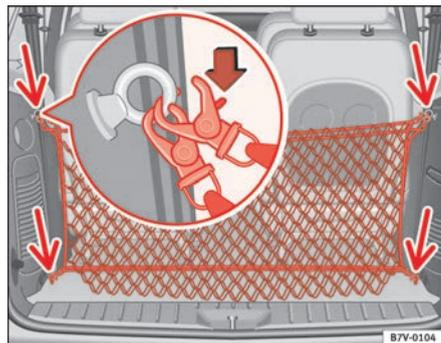

Fig. 116 Rete divisoria montata
- Per smontare la rete divisoria occorre sganciare i sei ganci ⇒ fig. 116 (freccie).